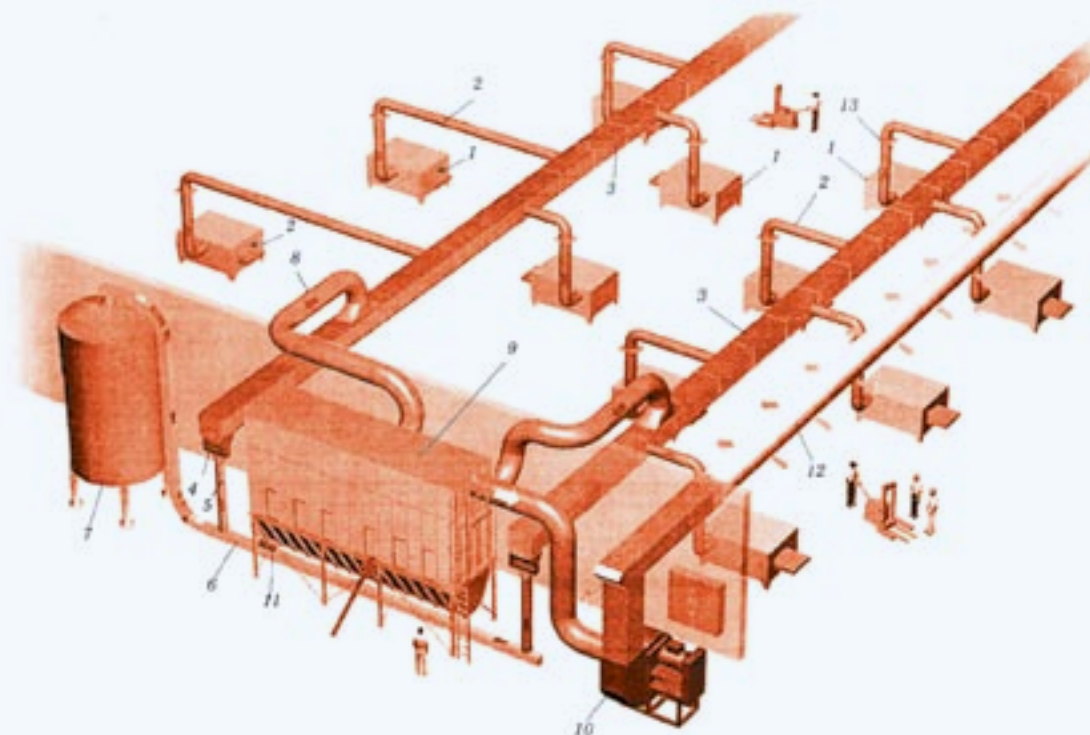

Рис. 1. Общий вид АСПТСРВ100 с переменной производительностью и энергосберегающими системами «Трансфлю» и «Редлер» датской компании JHM-Moldow:
включения электродвигателей оборудования отключения приемников станков от ответвлений аспирационной системы или подключение приемников станков к ответвлениям системы. Частотный преобразователь привода радиального вентилятора системы «Трансфлю» регулирует частоту вращения электродвигателя. Управление производительностью вентилятора аспирационной системы осуществляется подачей соответствующих электрических сигналов от датчиков разряжения к частотному преобразователю. Датчики разряжения регистрируют изменение давления в коллекторах, которое происходит при переключении пневматических шиберов на открытие-закрытие. При закрытии пневматического шиберов от датчика разряжения поступает сигнал частотному преобразователю на уменьшение производительности вентилятора, а при открытии – наоборот, на увеличение его производительности. При выравнивании разряжения в коллекторе до установленной величины регулирование частоты вращения электродвигателя и рабочего колеса вентилятора прекращается. Автоматическое регулирование производительности вентилятора в АСПТСРВ обеспечивает снижение энергозатрат в приводе вентилятора при $K_0 = 0,7-0,5$ на 30–50% (рис. 1).
Решение 3. Построить рециркуляционные системы АСПТСРВ с постоянной и автоматически регулируемой производительностью по всасывающей схеме (рис. 1), в которой рукавные фильтры работают в режиме «под разряжением». Это позволяет применять радиальные вентиляторы обычного назначения, имеющие более высокий КПД ($\eta = 0,78 \div 0,8$), чем у пылевых вентиляторов ($\eta = 0,5 \div 0,56$), и обеспечивающие снижение установочной мощности электродвигателей в приводах вентиляторов примерно в 1,5 раза, а также устранение износа лопаток рабочего колеса вентилятора.
Решение 7. В рециркуляционных АСПТСПВ, обслуживающих большое количество технологического оборудования, можно использовать саморазгружающиеся коллекторы, выпускаемые датской компанией JHM-Moldow. Указанные коллекторы выполняются в виде магистрального трубопровода постоянного сечения квадратного профиля с цепным скребковым конвейером внутри. Скребковый конвейер разгружает древесные отходы через роторный шлюз непосредственно на пневмотранспортер или энергосберегающую транспортную систему «Редлер» (Дания), которые перемещают отходы в бункер-накопитель, минуя рукавный фильтр (рис. 1).
1. При объеме перемещаемых отходов до 90 м³/ч возможно применение энергосберегающей системы «Редлер». Система может быть составлена из нескольких секций цепного скребкового конвейера закрытого типа производства компании «Грейнвуд» шириной 450 мм и длиной секции до 50 м (рис. 1, 3), обеспечивающего экологически чистую разгрузку древесных отходов в бункер-накопитель.